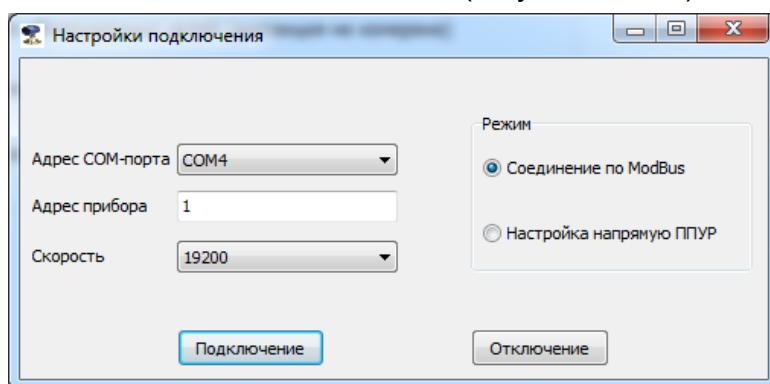

Рис.14. Настройки подключения.
5.1.2. Запустить на ПК программу «Монитор Взлет РУ». Появится окно «Настройки подключения» (рис.14), в котором необходимо установить:
В этом случае следует нажать кнопку «Отключение» (закрыть канал связи) в окне «Настройки подключения» (рис.14), проверить электрические подключения к ПК и уровнемеру, а также корректность значений параметров связи. Особое внимание обратить на параметры: **Адрес СОМ-порта**, **Адрес прибора**, **Скорость**.